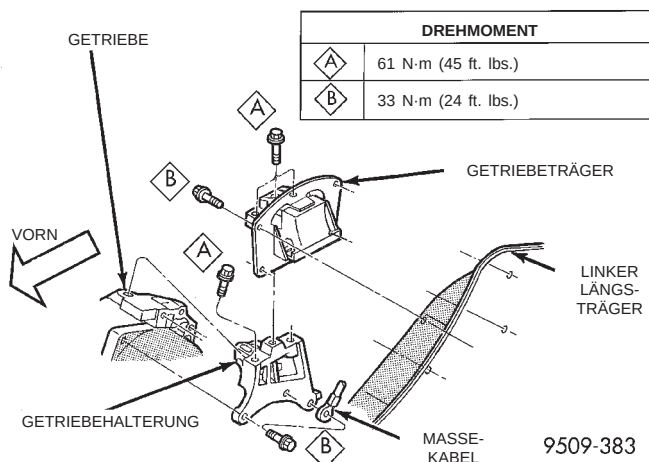

Abb. 21 Linke Motoraufhängung—Typisch
(2) Drei Halteschrauben, die die Motoraufhängung mit dem Getriebe verbinden, herausdrehen.
(3) Halteschrauben der Getriebeaufhängung herausdrehen und Aufhängung abbauen.
(4) Der Einbau erfolgt in umgekehrter Reihenfolge des Ausbaus. Vorgeschriebene Anzugsmomente siehe (Abb. 21).
(5) Zur Einstellung der Motorträger siehe entsprechenden Abschnitt in diesem Kapitel.